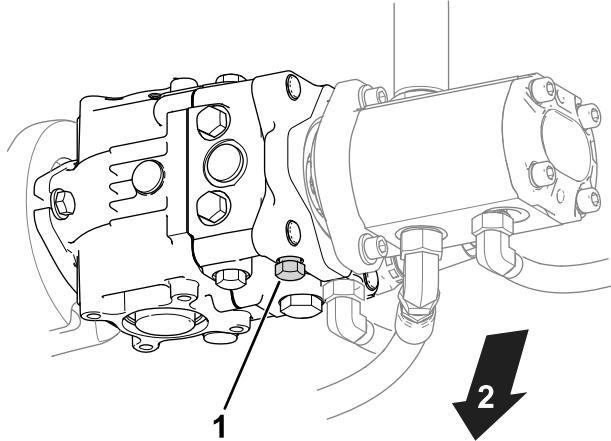

Figure 34
- Trouvez la vanne de dérivation sur la pompe (Figure 34).